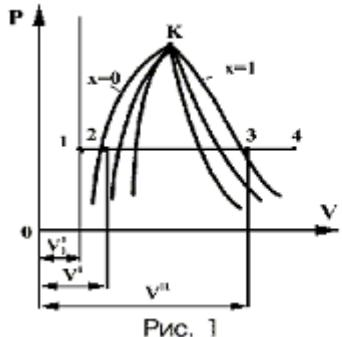

Рис. 1
5. Показать на рис. 1 область, где скорость истечения меньше критической.
6. Показать на рис. 1 область, где скорость истечения равна критической.